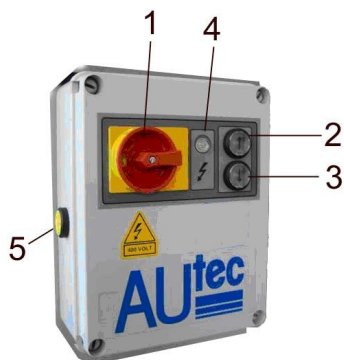

Fig. 18
6. BEDIENING GEBRUIK (Fig. 18)